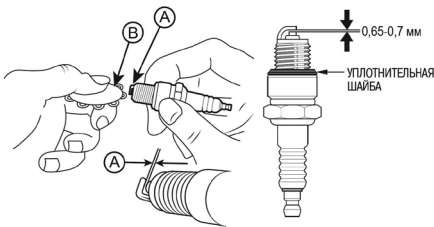

Рис. 44 Проверка зазора между электродами
4. Измерьте специальным щупом зазор между электродами каждой свечи зажигания. При необходимости, установите требуемые зазоры 0,65-0,7 мм (Рис. 44).